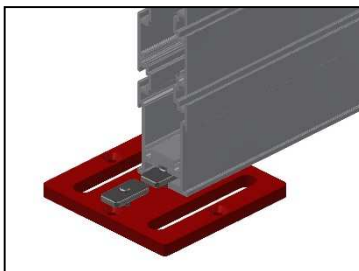
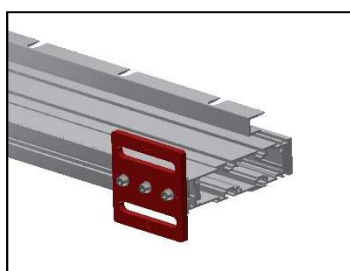

Abbildung 34
Abbildung 35
- » Nur bei Mehrfeldanlagen: Die Stützenendkappe Oben für das doppelte Längsprofil (Abbildung 34 und Abbildung 35)